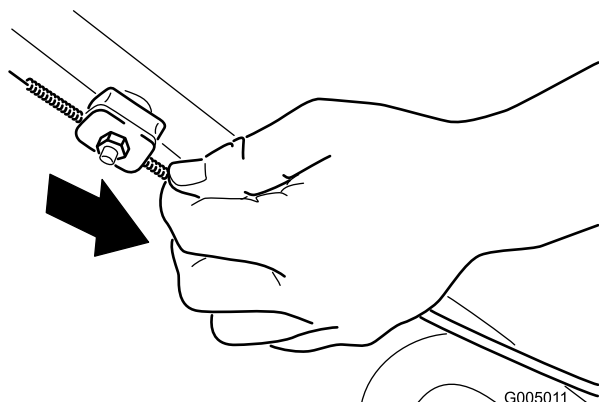

Рисунок 28
2. Вытягивайте оболочку троса (к газонокосилке), пока в тросе не появится слабина (Рисунок 28).